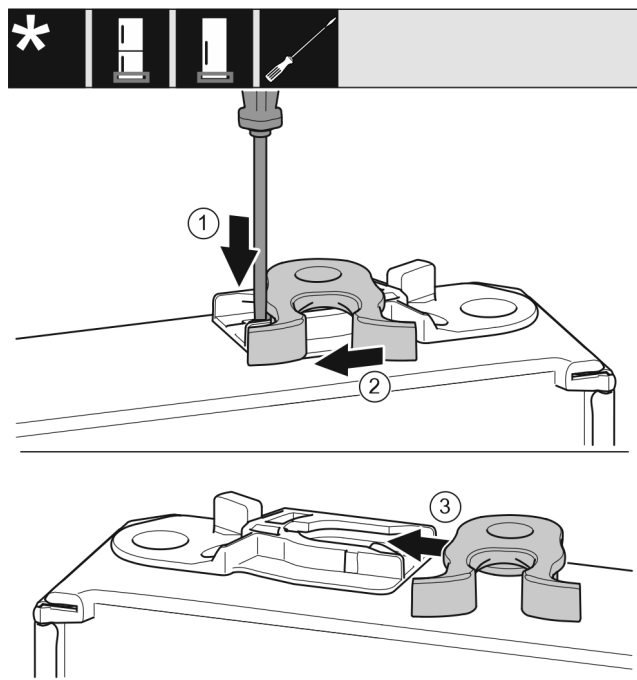

Fig. 19
- Presione hacia atrás la pestaña Fig. 19 (1) con el destornillador de punta ranurada.
- Retire el gancho de cierre Fig. 19 (2) de la guía.
- Deslice el gancho de cierre Fig. 19 (3) hacia la guía sobre el lado opuesto.